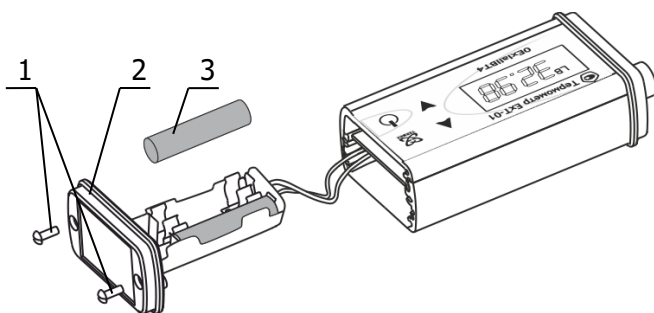

Рисунок 7 — Замена элементов питания
- отверткой из комплекта поставки вывернуть саморезы 1 (рисунок 7) на торцевой крышке 2 термометра;